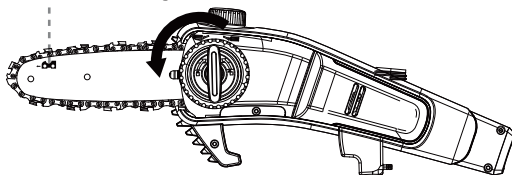

Fig. 3
1. Coloque la pértiga de sierra sobre una superficie plana adecuada con la cubierta de la cadena hacia arriba. Retire la cubierta de la cadena girándola y bloqueando el pomo en el sentido contrario a las agujas del reloj. (Fig. 3)